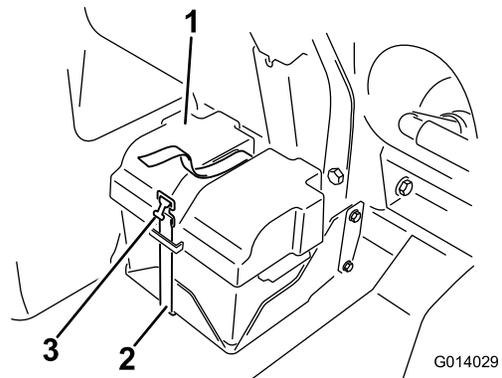

Figura 48
3. Instale la cubierta de la batería, sujetándola con la correa que retiró anteriormente (Figura 48).